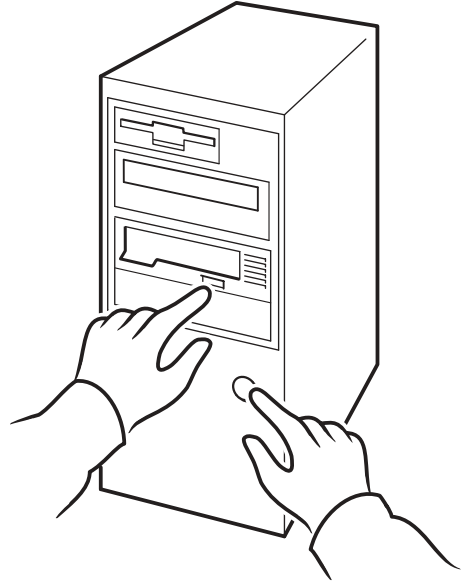

Abbildung 12b: Verwenden von HP OBDR, Schritt 2
- 2 Halten Sie die Auswurfaste gedrückt, und schalten Sie gleichzeitig den Server ein (siehe Abbildung 12b). Hierdurch wird der HP One-Button Disaster Recovery Prozess gestartet. Lassen Sie die Taste los, wenn auf der Frontplatte des Laufwerks die LED „Ready“ (Bereit) in der OBDR-Sequenz blinkt. Dies ist ein sich wiederholendes Muster: Blinken - permanentes Leuchten - Blinken.